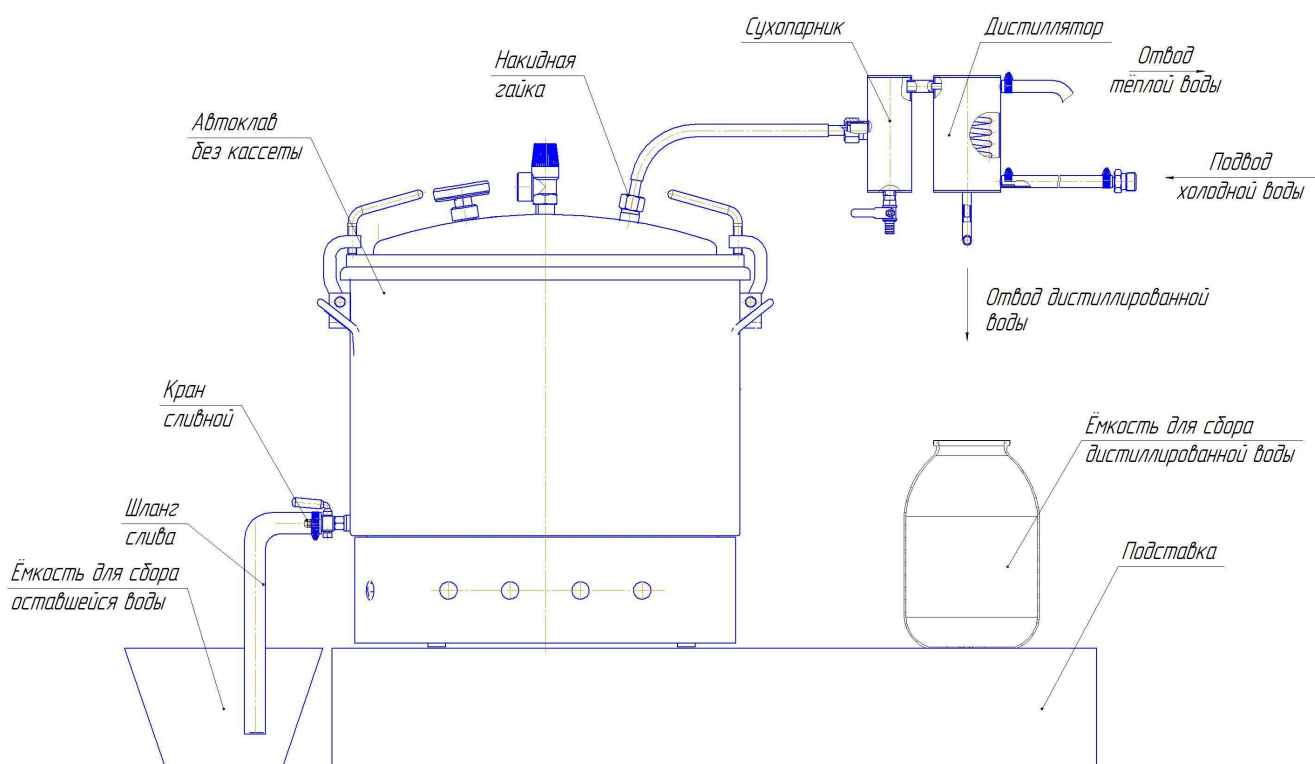

Рисунок 4 - Автоклав в сборе
4.6. Собрать дистиллятор (рис. 4), предварительно удалив заглушку с прокладкой 17 (рис. 1). Проверить плотность соединения трубок и крышки автоклава.